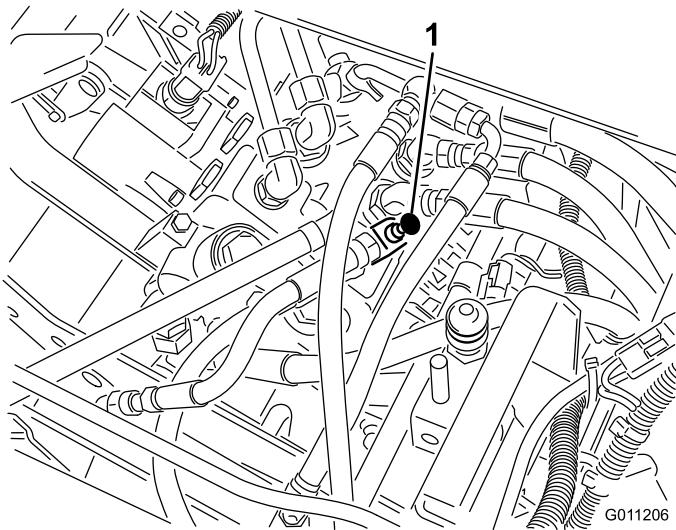

Figure 45
1. Soulevez le siège pour exposer le régulateur de débit monté sur le distributeur de commande principal (Figure 45).